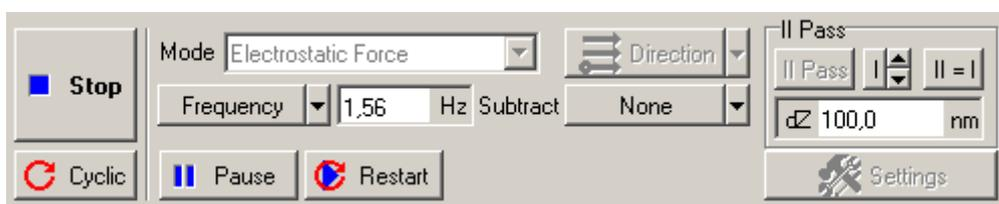

Рис. 9-17. Панель управления вкладки **Scan** во время сканирования
- на панели управления вкладки **Scan** некоторые кнопки исчезнут, и появится ряд новых кнопок: **Pause, Restart, Stop** (Рис. 9-17).
dZ расстояние, на которое отводится зонд во время сканирования на втором проходе. Чем больше **dZ**, тем меньше влияние рельефа поверхности на результаты измерений, проводимых на втором проходе. В то же время, с ростом высоты уменьшается чувствительность метода. В поле ввода **dZ** на панели **II Pass** (см. Рис. 9-17) установите желаемую высоту подъема зонда (опускания образца).